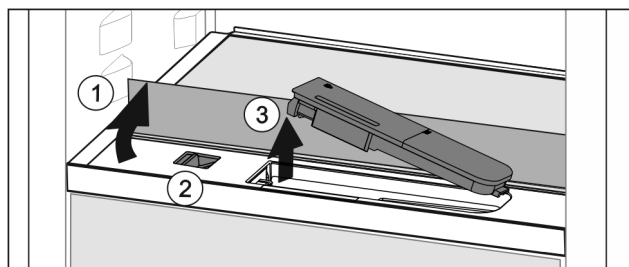

Fig. 152
- ▶ Sollevare il ripiano di vetro e ribaltarlo all'indietro fino all'arresto Fig. 152 (1).
- ▶ Spostare il cursore Fig. 152 (2) a sinistra.
- ▶ Rimuovere il serbatoio dell'acqua Fig. 152 (3).